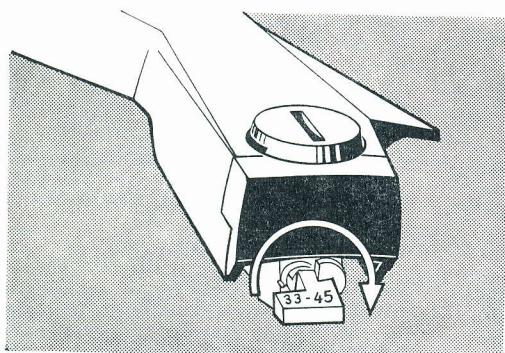

Fig. 10
**Drehzahl** bei leichtem Druck auf den Umstellknopf (5) einstellen.
**Tonabnehmersystem** auf entsprechende Plattenart schalten (Fig. 10).
Placer le bouton de la cellule de pick-up sur le type de disque employé (fig. 10). Chaque disque porte sur son étiquette une mention indiquant le type de sillon: N, M ou  $\odot\odot$  et la vitesse de rotation: 16, 33, 45 ou 78 tr/min. Le disque portant le signe N et l'indication 78 tr/min doit être joué dans la position 78 de la cellule de pick-up.
**Célula del fonocaptor:** regúlese en la posición correspondiente al tipo de discos a reproducir (fig. 10).